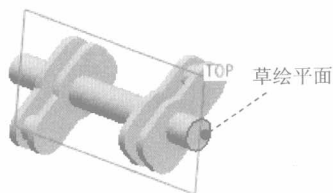

图 1.2.12 选取草绘平面
(1) 选择下拉菜单 **插入(I)** → **拉伸(E)...** 命令。
(2) 定义截面放置属性。
① 在绘图区右击，从弹出的快捷菜单中选择 **定义内部草绘** 命令，系统弹出“草绘”对话框。
② 设置草绘平面与参照平面。选取如图 1.2.12 所示的模型表面为草绘平面，选取 TOP 基准平面为参照平面，方向为 **左**，单击对话框中的 **草绘** 按钮。